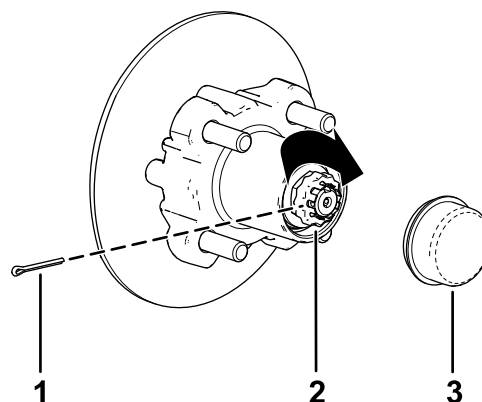

Figura 34
- Instalai opritorul peste piuliă i verificai alinierea fantei din opritor i a orificiului din ax pentru cuiul spintecat (Figura 34).
- Montai cuiul spintecat i îndoiți picioarele în jurul opritorului (Figura 34).
- Montai capacul anti-praf pe butuc (Figura 34).